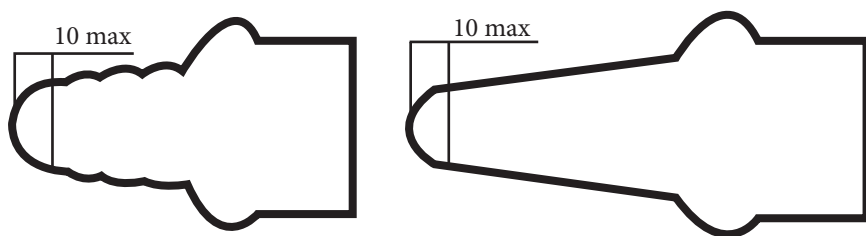

Рис. 5
ВНИМАНИЕ! Возможна поставка прибора с вариантом уплотнителя, изображенного на Рис.5. В комплекте поставки таких уплотнителей 2 шт.
- Обрезать ножницами кончик резинового уплотнителя (возможна поставка в 2-х вариантах) на величину ~ 10 мм, как это показано на Рис. 5.
2.9.3 Резиновый уплотнитель, изображенный на Рис.5, хранить